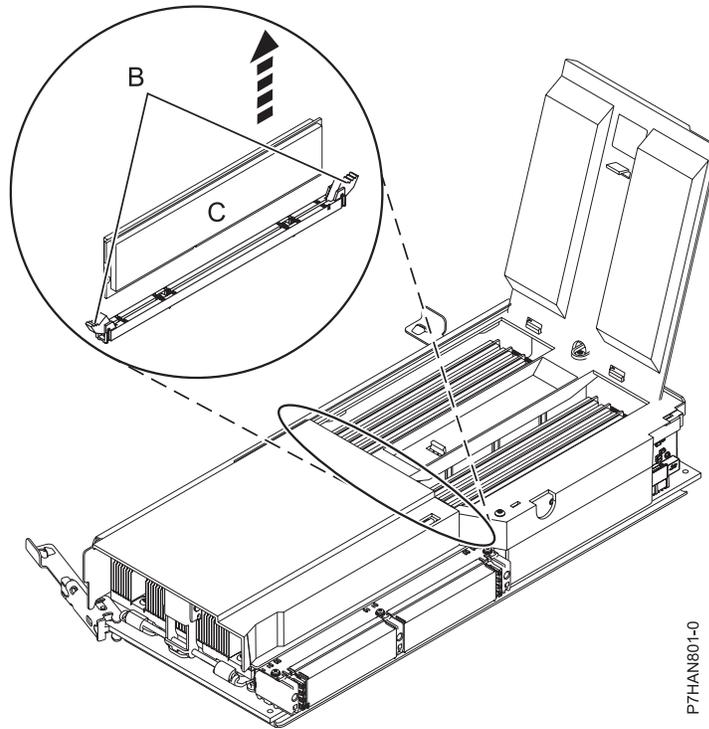

Abbildung 5. Speichermodul ausbauen
11. Entriegeln Sie das Speichermodul, indem Sie die Verriegelungszungen (**B**) nach außen und nach unten drücken (siehe Abb. 5 auf Seite 8). Heben Sie das Speichermodul (**C**) aus dem Anschluss. Durch die Hebelwirkung der Zungen wird das Speichermodul aus dem Anschluss gelöst.